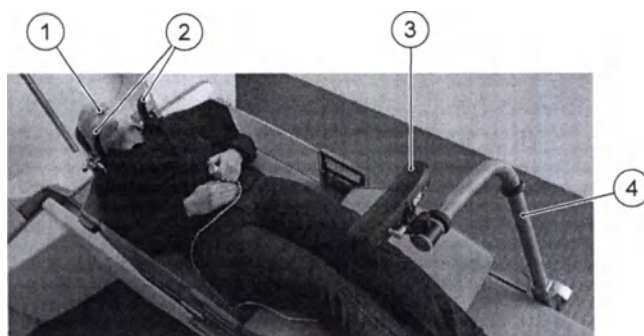

Рис. 3.7 Система IFMM
Система IFMM включает в себя ИК-камеру (3), штатив ИК-камеры (4), инструмент работы с ИК-метками (2) и маркер пациента (1); см. Рис. 3.7.